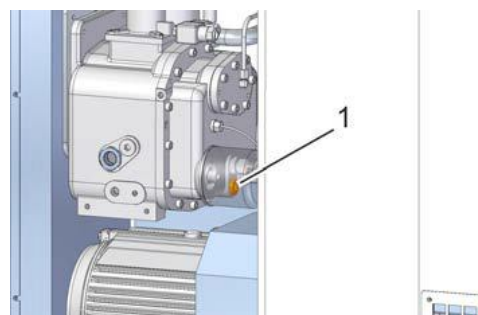

Рис. 34: Отверстие для слива охлаждающей жидкости
5. ➤ Аккуратно откройте слив хладагента (Рис. 34/1) и проверьте вытекающую жидкость.
7. ➤ Закройте слив (Рис. 34/1)